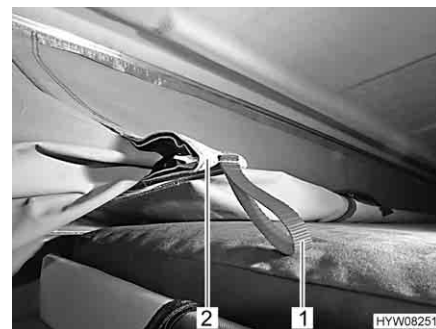

Fig. 42 Dispositivo di inserimento
- Tirare lentamente verso il basso il tetto a soffietto (Fig. 40,1) tenendolo per le maniglie (Fig. 40,2) o le cinghie ausiliarie (Fig. 40,3) fino a che il tetto a soffietto rimane autonomamente in questa posizione. Prestare attenzione a che i dispositivi di inserimento laterali (Fig. 42,2) si pieghino verso l'interno.
- Tirare il tessuto della tenda per i passanti (Fig. 42,1) del dispositivo di inserzione (Fig. 42,2) verso l'interno.